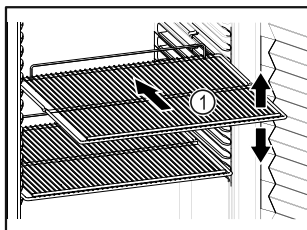

Fig. 52 Vejledende illustration
- Tilpas højden, når bæreristene Fig. 52 (1) kan flyttes.